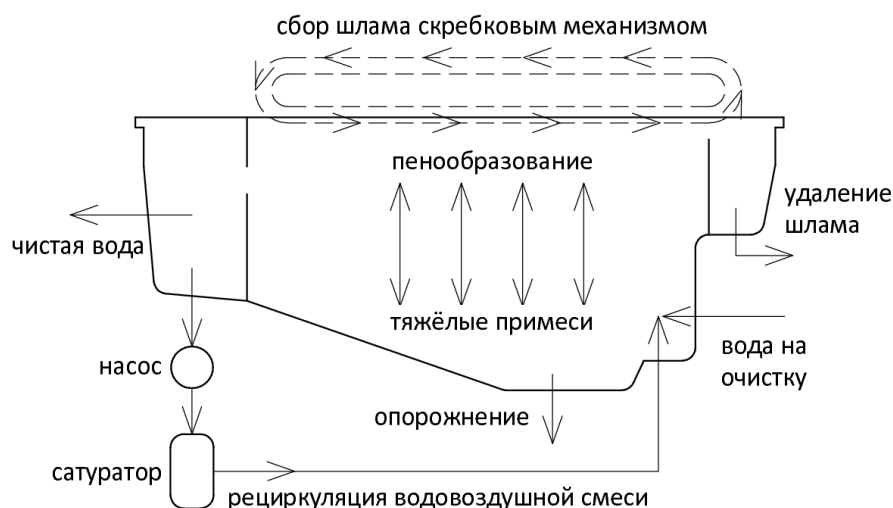

Рисунок 2 – Принцип работы флотатора
1.4.1 Сточные воды подаются во флотационную камеру через входной патрубок (рис.2), где смешиваются с водо-воздушной смесью, подаваемой из сатуратора. В результате пузырьки воздуха выносят частицы на поверхность флотационной камеры. Образовавшийся на поверхности флотошлам собирается скребковым механизмом в шламовый лоток, который конструктивно является частью флотационной камеры и имеет патрубок для слива флотошлама в отдельно стоящую накопительную ёмкость.